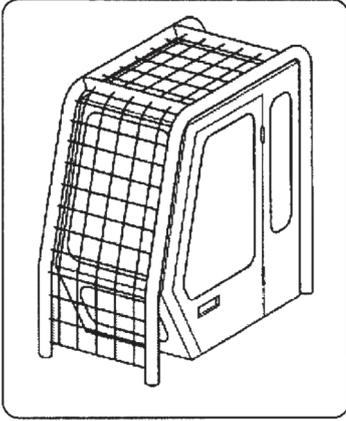

Рис. 2.2.1
• При проведении работ на высоте, могут падать фрагменты или куски материалов. Убедитесь в том, что машина, на которую установлен сменный рабочий орган, имеет необходимые защитные механизмы для выполнения данного вида работ, а также имеет кабину с защитной конструкцией от падающих предметов (Рис. 2.2.1).